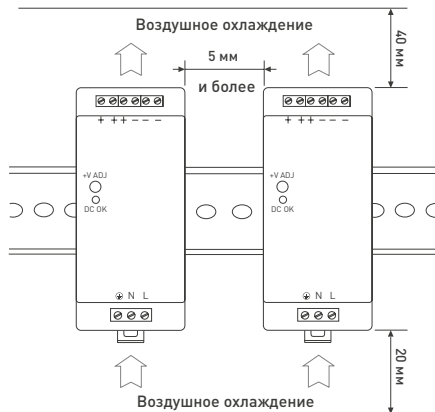

Рис. 3.
- 4.2. Для соблюдения температурного режима работы обеспечьте свободное пространство вокруг источников питания (см. рис. 3.). Источники питания следует устанавливать на расстоянии 5 см друг от друга, в случае нахождения рядом источников тепла источники питания необходимо устанавливать на расстоянии 10–15 см. При необходимости используйте принудительную вентиляцию.